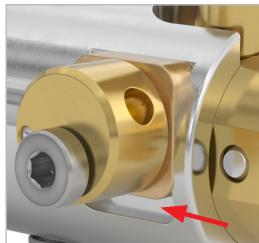
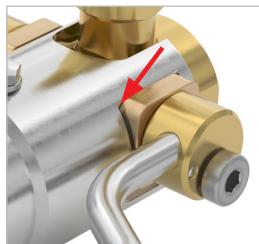

Figure 16
Figure 17
- ▶ Utilisez un petit tournevis pour appliquer un mince film de lubrifiant WEH® entre les excentriques (flèche rouge, *Figure 16* et *Figure 17*).